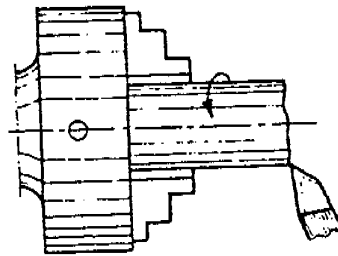

Figura 7
- Haga la herramienta tocar en el punto más sobresaliente de la cara del material (Figura 7) y tome referencia en el anillo graduado del carro porta-herramientas.